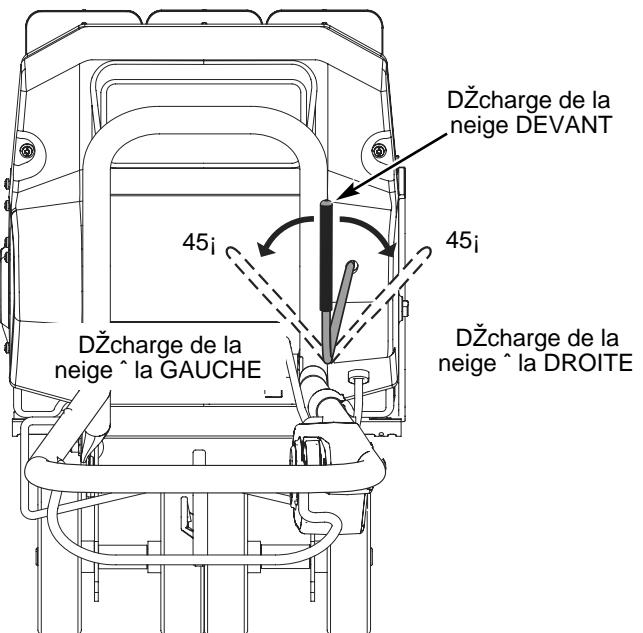

Fig. 7
2. Appuyez sur le commutateur de surcharge pour le réarmer et reprenez le travail (Fig. 7).
3. Tournez le contrôleur directionnel de décharge vers la gauche, le centre ou la droite, selon la direction vers laquelle vous voulez projeter la neige (Fig. 7).